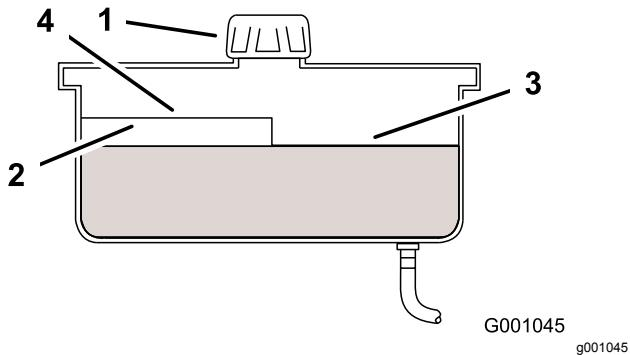

Figure 52
4. Nettoyez la surface autour du bouchon et du goulot de remplissage du réservoir hydraulique (Figure 52).
5. Enlevez le bouchon du goulot de remplissage. Vérifiez si le réservoir contient du liquide (Figure 52).
- Remarque:** Lorsque l'huile est chaude, le niveau de liquide doit atteindre le haut du repère à chaud sur le déflecteur (Figure 52).